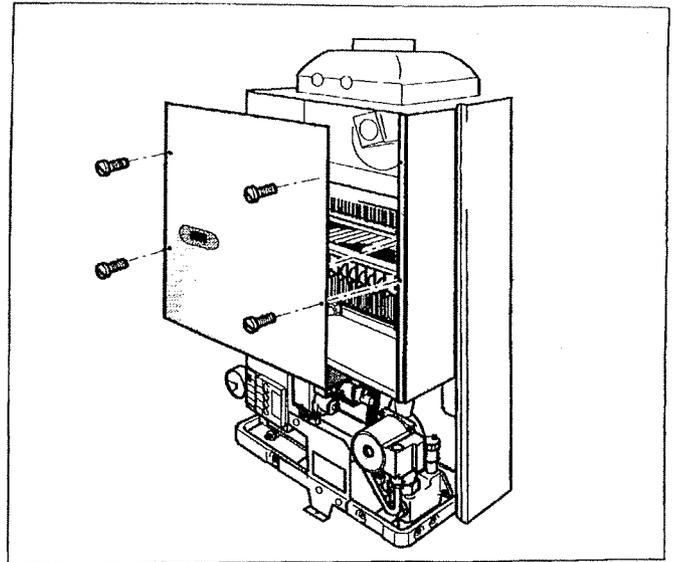

Fig. 30 Rimozione coperchio bruciatore
- ◆ Togliere il coperchio del bruciatore (Fig. 30).